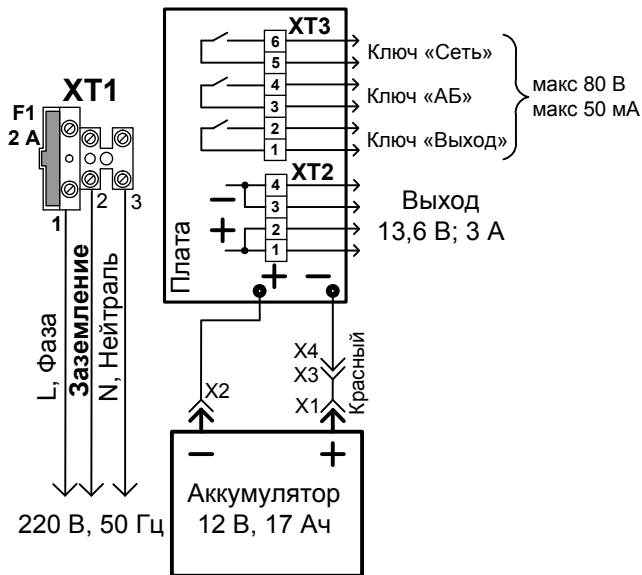

Рис. 2
**ВНИМАНИЕ! При подключении внешнего питающего напряжения 220 В к сетевой колодке ХТ1 необходимо соблюдать правильность подключения проводов «фаза» и «нейтраль». Подключение производить в соответствии с Рис. 2. Схема подключения также расположена на внутренней стороне корпуса РИП.**
3.2.5 Согласно схеме соединений (рис. 2):
б) изъять из колодки вставку F1 (2 А), подключить сетевые провода к входной колодке (**фаза (L) должна быть подключена к ХТ1:1, см. рис. 2**);